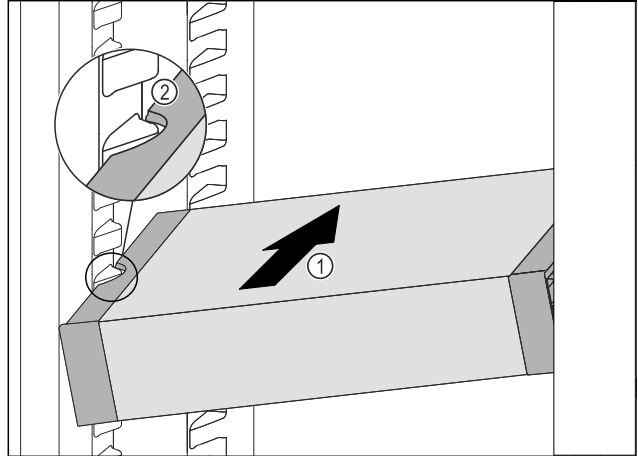

Fig. 96
- ▷ VarioSafe schräg in das Kühlteil einschieben Fig. 96 (1), bis sich die seitlichen Aussparungen Fig. 96 (2) des VarioSafes auf Höhe der Behälterrippe im Kühlteil befinden.